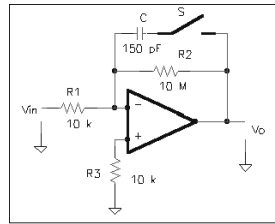

Figura 5
- 8.- En el circuit de la figura 5 l'interruptor S permet controlar el nivell de la banda d'atenuació del filtre actiu. A partir de les dades de r_{on} dels interruptors especificats, quin d'ells seria l'adequat perquè el guany en la banda passant estiga 110 dB per dalt de la banda d'atenuació ?